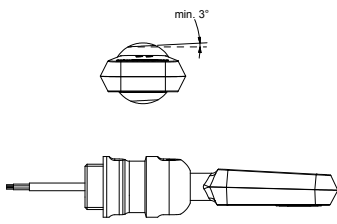

Abb. 3: pms-Sensor mit Sensorverschraubung BF-pms/A1, alle Flächen mind. 3° geneigt.
- Wird der Sensor im laufenden Betrieb nass gereinigt, müssen alle ebenen Flächen mindestens 3° aus der Waagerechten geneigt sein, damit die Reinigungsflüssigkeit sicher abfließen kann (s. Abb. 3).